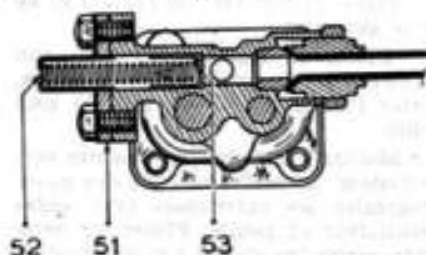

Fig. 2. — Vue en coupe du clapet de décharge à piston.
* Déposer le boîtier du ressort de clapet (51), dégager le ressort (52) et le piston (53). (figure 2)
* Démontez la bague (33) du tube support de pompe à l'aide d'un mandrin, le tube étant maintenu à l'étau, sans serrage excessif.
* Monter le fond de pompe (15) en intercalant le joint. Serrer les vis à 1,3 m/kg, avec rondelle Grower sous tête, et rabattre le métal du fond de pompe dans la fente de la tête de la vis, pour l'arrêter.
* Mettre en place le piston (53), le ressort (52) et monter le support du ressort de clapet (51), serrer les vis, rabattre l'arrêtors. (figure 2)